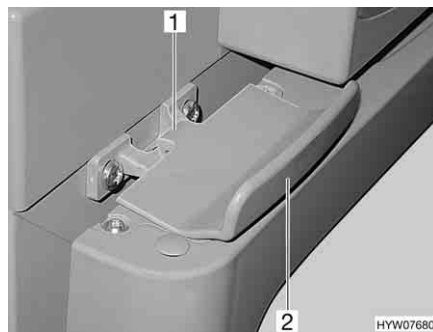

Fig. 241 Dispositivo de bloqueio da porta do frigorífico, fechado (Thetford)
- Abra a porta do frigorífico com o manípulo (Fig. 241,2). O dispositivo de bloqueio (Fig. 241,1) solta-se automaticamente.